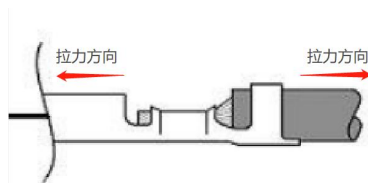

图 6-1 JST 端子与线材连接拉力测试示意图
1、JST 端子与线材连接拉力允许值如表 6-1, JST 端子与线材连接拉力测试示意图如图 6-1。